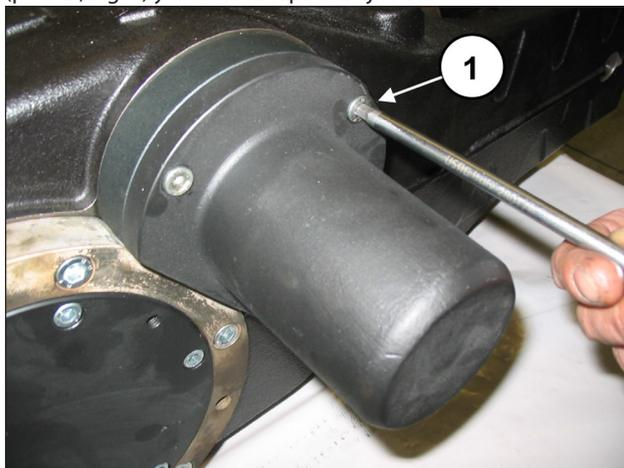

Fig. 9
Aflojar los tornillos de fijación de la tapa del extremo del eje (pos. ①, Fig. 9) y extraer la tapa del eje PTO.